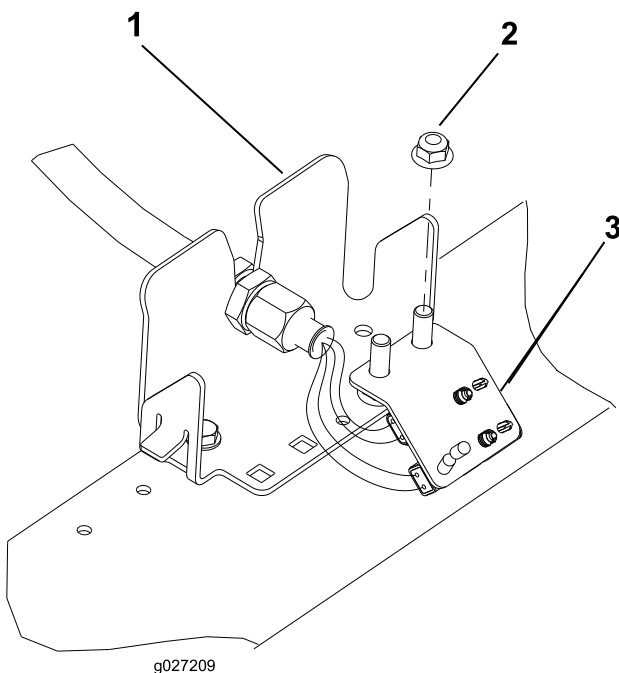

Figura 15
6. Repita o procedimento nos restantes (4) locais do anteparo como se mostra na Figura 12 a Figura 15.